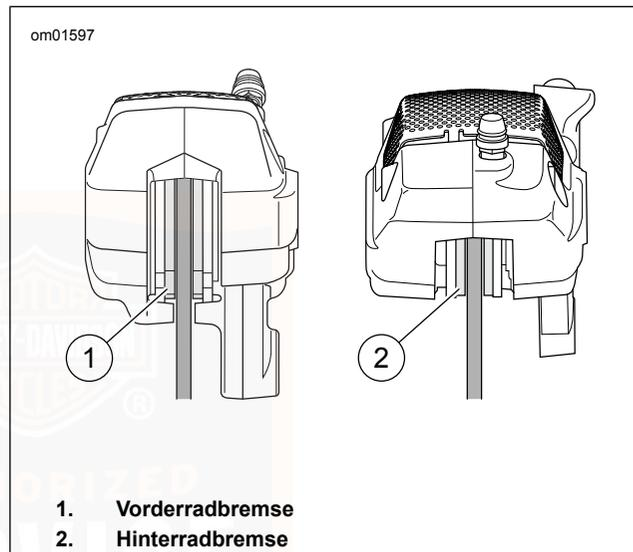

Abbildung 34. Bremsbelagmaterial
2. Siehe Abbildung 34. Mit einem dünnen Kunststofflineal die Dicke des Reibbelagsmaterials im Bremssattel messen. Für die Hinterradbremse, das Lineal durch den Zwischenraum entlang der Bremssattelseite hindurch an die Bremsscheibe halten.